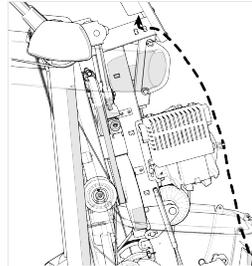

Abbildung 12
- Führen Sie die Kabel durch die Kabelclips neben dem vorderen Schwungrad, durch den obersten Kabelclip am Hauptrahmen und hinauf zur Mittelstütze (Abbildung 12).